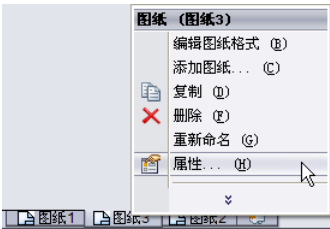

图 8-21 标签方式
(2) 快捷键方式。单击“FeatureManager 设计树”中的图样图标，然后按快捷键 F2，图样图标被激活，在其中输入需要的图样名称即可。
(3) 标签方式。右键单击绘制区域下面的图样标签，在系统弹出的快捷菜单中选择“属性”选项，如图 8-21 所示。系统弹出“图样属性”对话框，在“名称”一栏中输入需要的图样名称即可。